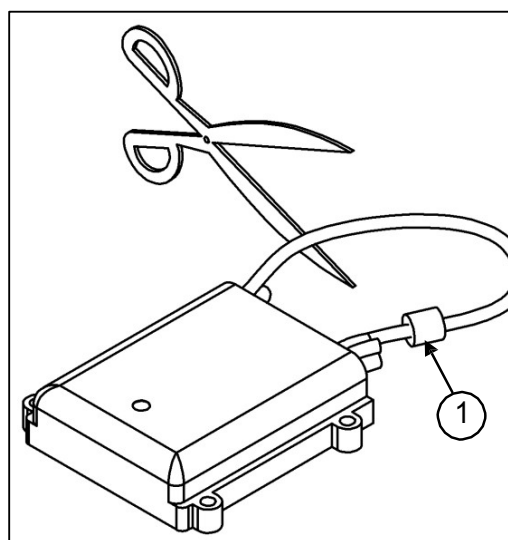

Fig. 23
- Corte el cable de la unidad de control (1, cintillo rojo) para conectar el control de mano (ver Fig. 23).